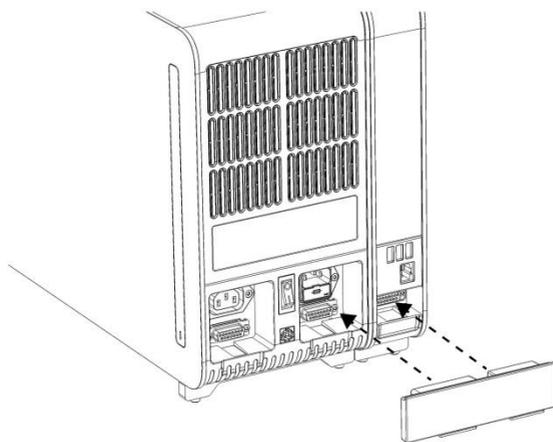

Figura 5. Conectando a Ponte do Módulo analítico/operacional.
5. Conecte a Ponte do Módulo analítico/operacional na parte traseira do QIAstat-Dx Analyzer 1.0 para unir os Módulos analítico e operacional (Figura 5).